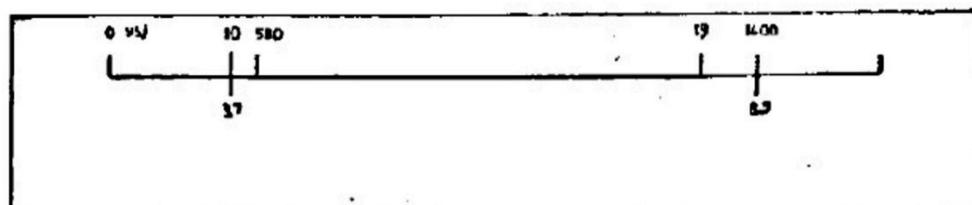

Fig. 1.
PRELIMINARI. — Prima di iniziare la taratura bisogna girare il regolatore di volume al massimo (tutto a destra) e così pure al massimo la selettività variabile (freccia in rilievo sulla manopola centrale tutto a sinistra). La taratura si deve eseguire con chassis smontato e quindi « senza la scala ». Perciò è indispensabile l'uso di una scala fittizia (fig. 1), che deve poter essere fissata sullo chassis, deve aver un indice applicabile sulla treccia di comando, ed infine deve riportare esattamente i punti di riferimento per la taratura.
Si porta ora l'indice sul segno 0 (515) (fig. 1) e lo si fissa alla treccia di comando.
recchio da tarare e portando pure l'indice sul segno corrispondente di 580 (vedi fig. 1).
TARATURA DELLE OT. — Anche in questo campo la taratura si fa in due punti: su 3,7 e 8,5 Mc. Si inizia da 3,7 Mc regolando l'oscillatore già collegato all'apparecchio come sopra, sulla medesima frequenza, spostando il commutatore su onde tropicali e l'indice in corrispondenza del segno 3,7 sulla scala (fig. 1).
Si tara ora su 8,5 Mc regolando l'oscillatore su tale frequenza e spostando l'indice in corrispondenza del segno 8,5 sulla scala (fig. 1).